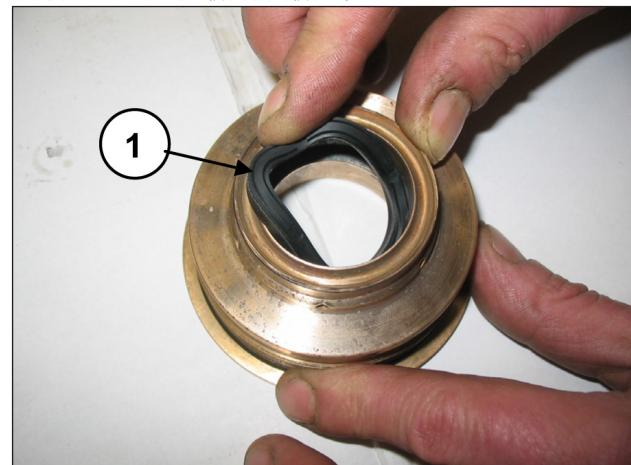

图 149
将低压密封圈插入密封圈底座（位置①，图 149），注意安装方向，密封唇应朝向前（朝向泵）。